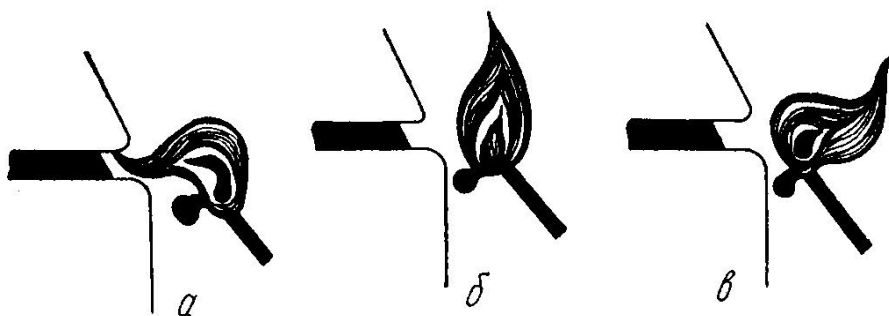

Рис. 13. Проверка тяги в дымоходе:
**Проточные водонагреватели.** Прежде чем включить в работу аппарат, убеждаются в том, что газовые краны на аппарате и на газопроводе закрыты, проветривают помещение, где установлен аппарат, и проверяют наличие тяги в дымоходе (для водонагревателей без автомата защиты по тяге), поднося зажженную спичку под верхний колпак газоотводящего устройства. При наличии тяги пламя спички втягивается под колпак, при отсутствии — отклоняется от него (рис. 13). Если тяга есть, открывают общий кран на газопроводе и вентиль на водопроводной трубе перед аппаратом.